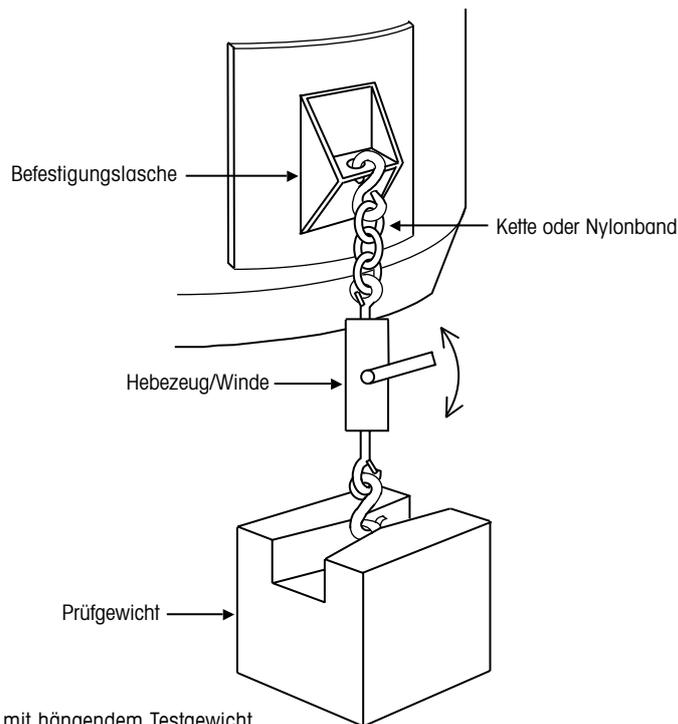

Abb. 22: Tankkalibrierung mit hängendem Testgewicht
- 1. Prüfgewichte.** Die Verwendung eines Prüfgewichts stellt die genaueste Kalibriermethode dar und kommt daher bei der Kalibrierung von eichpflichtigen Waagen für den Handel zum Einsatz. Die Kalibrierung mit Gewichten kann bei kleinen Waagen recht einfach durchgeführt werden; je grösser die Waagenkapazität jedoch ist, desto schwerer lässt sie sich umsetzen. Tanks und Behälter verfügen über keine ebenen Oberflächen, auf die die Gewichte geladen werden können. Die Lademethode muss also im Voraus geplant werden, z. B. indem Laschen an der Seite des Tanks befestigt werden, an die die Gewichte gehängt werden können (siehe Abb. 22).